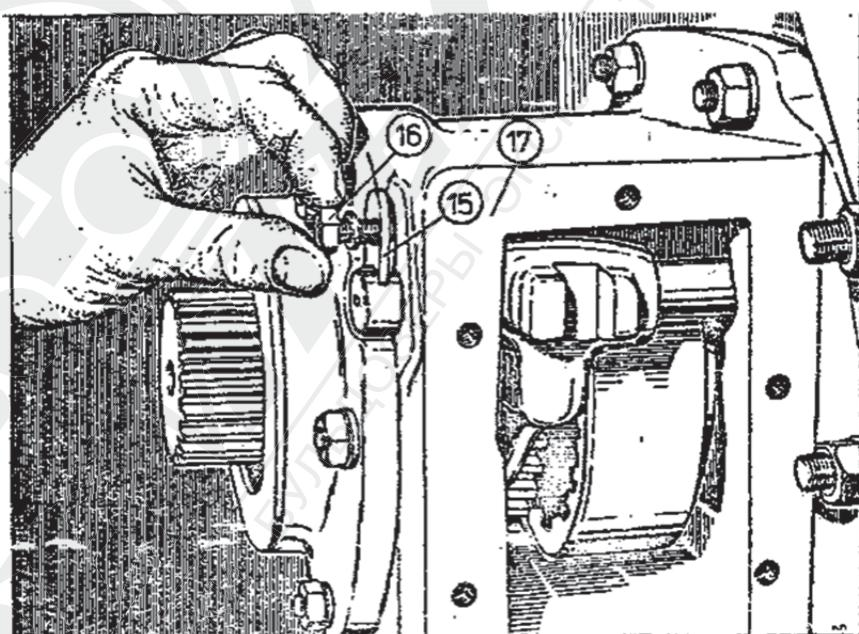

Рис. 2-57. Крепление к корпусу 17 установочной плитки 15 с помощью винта M6 x 20 /16/.
4. Привинтить к корпусу установочную плитку 15 с помощью винта M8 x 20 /поз. 16/ /рис. 2-57/.